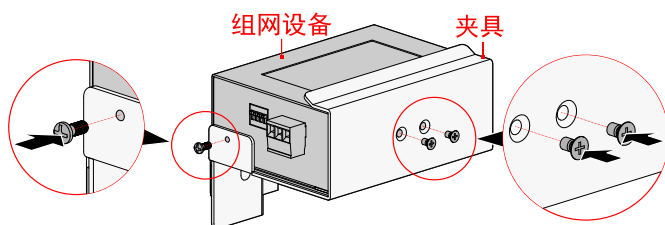

图3-40 安装组网设备
3. 将组网设备安装至组网设备夹具上，如图 3-40 所示。